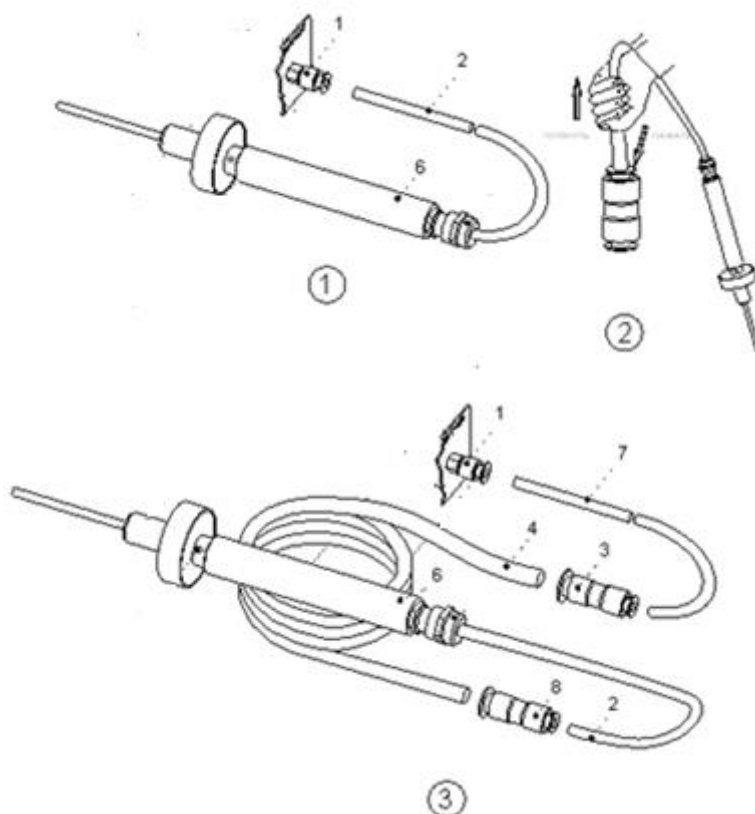

Рис. 2.2. Схема соединения элементов пробоотборника с газоанализатором и элементами удлинителя
1.5.2.5 Удлинитель пробоотборника предназначен для использования при проведении измерений в труднодоступных и удаленных местах. Удлинитель пробоотборника изготовлен из фторопластовой трубки с внешним диаметром 6 мм, внутренним диаметром 4 мм, длиной от 1 до 10 м (поз 4 рис. 2.2), к одному концу которой через переходник с диаметра 6 мм на диаметр 4 мм (поз. 3 рис. 2.2) присоединена фторопластовая диаметром 4 (поз. 7 рис. 2.2) для соединения с входным штуцером газоанализатора, на другом конце установлен переходник с диаметра 6 мм на диаметр 4 мм (поз. 8 рис. 2.2) для соединения с соединительной трубкой пробоотборника. Диаметр фторопластовой трубки соответствует требованию ГОСТ 31610.0-2019 по электростатической безопасности (для предотвращения образования электростатического заряда и исключения искрообразования при контакте с металлическими поверхностями).
2.2.3 Для подсоединения удлинителя пробоотборника к газоанализатору выполнить следующие действия (рис. 2.2):
- отсоединить соединительную трубку (2) от штуцера ПРОБА (1), используя прием, показанный на рис. 2.2.
- соединить соединительную трубку удлинителя (7) со штуцером ПРОБА (1);
- соединительную трубку (2) с пробоотборником с помощью переходника (8) соединить с удлинителем пробоотборника (4).